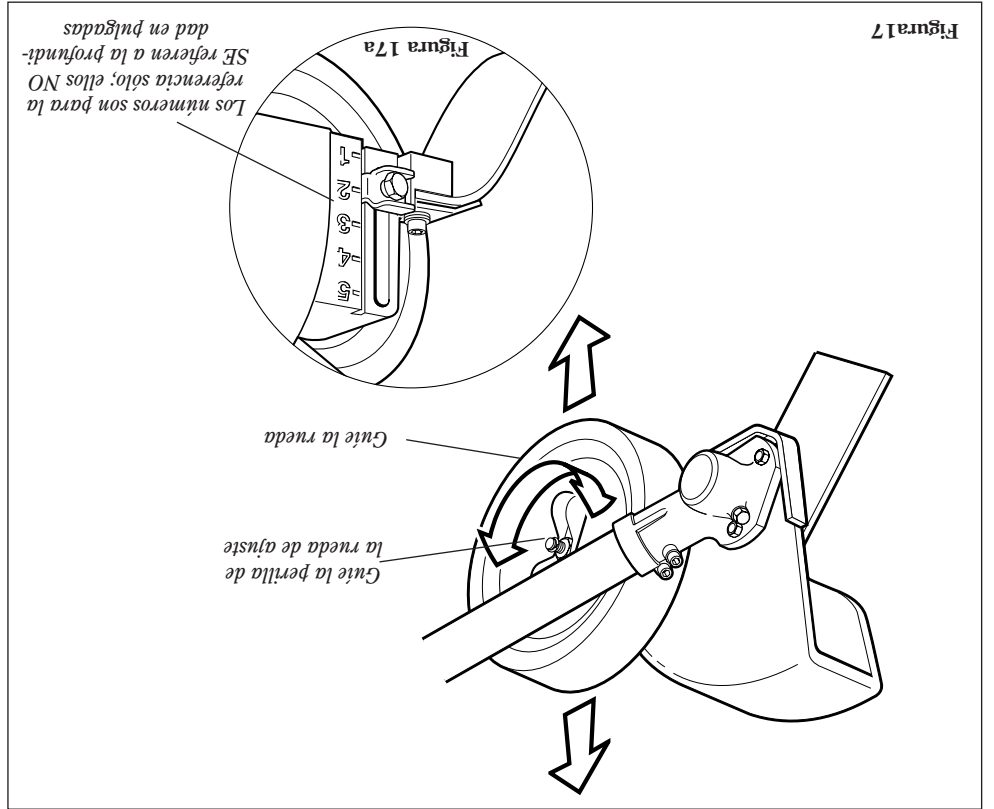

Figura 17
1. Afloje la perilla de ajuste de la rueda guía. Vea la Figura 17.
3. Apriete la perilla de la rueda guía firmemente. Vea la Figura 17.